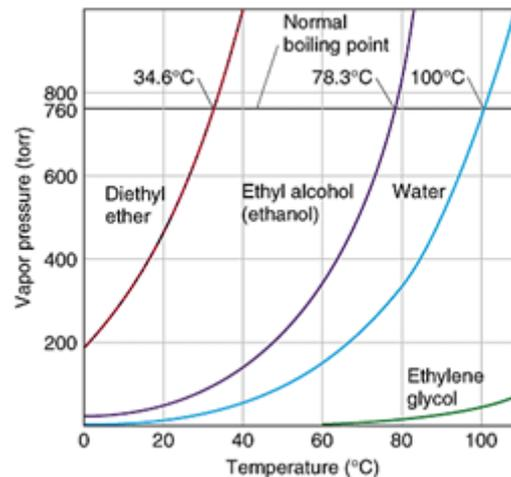

Figura 10. Curvas líquido-vapor de diferentes sustancias
La presión de vapor depende de una serie de variables que se deducirán a partir de la figura 10:
- Con los datos de la figura 10 rellena la siguiente tabla especificando las presiones de vapor a 20 °C y a 40 °C para diferentes sustancias: